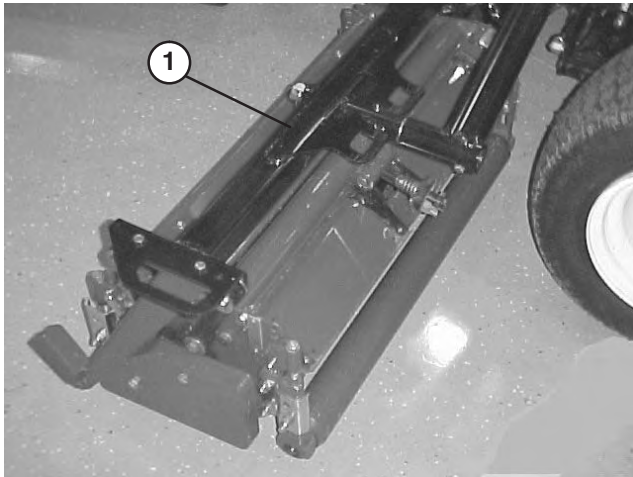
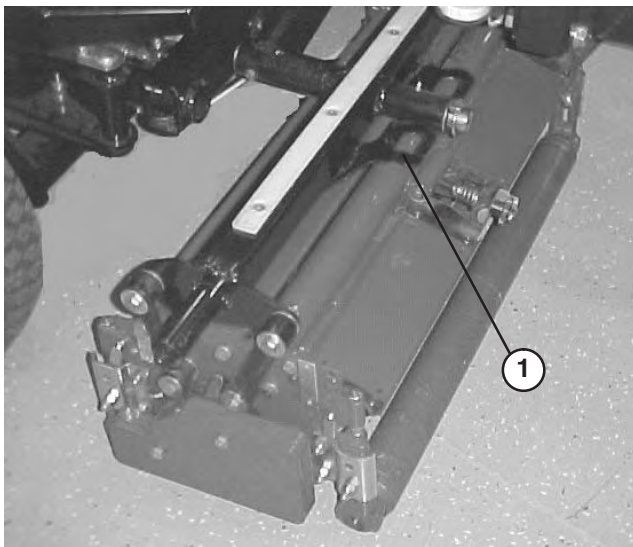
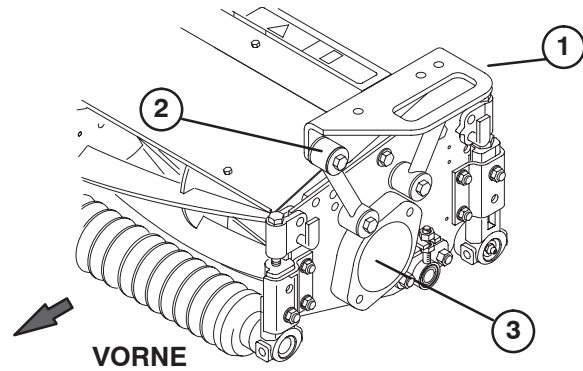

Bild 12
Bild 13
Bild 14
Hinweis: Heben Sie beide Hubarme ganz an. Verlegen Sie jetzt die Schläuche, wie in Bild 14 dargestellt, und lassen Sie einen Abstand zum Hubarm von 1–3 mm.
2. Setzen Sie einen vorderen Trägerrahmen (Bild 12) auf jedes vordere Mähwerk. Richten Sie die Befestigungslöcher mit den Befestigungsanschlüssen aus, wie in Bild 14 dargestellt.
3. Setzen Sie den hinteren Trägerrahmen (Bild 13) auf das hintere Mähwerk, richten Sie die Befestigungslöcher mit den Befestigungsanschlüssen aus, siehe Bild 14.
4. Befestigen Sie jeden Befestigungsanschluss mit einer 3/8–16 x 2–1/4 Zoll langen Kopfschraube, zwei flachen Scheiben und einer Sicherungsmutter am Trägerrahmen, siehe Bild 14. Setzen Sie bei der Montage an jeder Seite des Anschlusses eine Scheibe an. Ziehen Sie sie auf 42 Nm an.
- Nehmen Sie an den restlichen Mähwerken die Versandabdeckung von den Lagergehäusen ab (Bild 14).